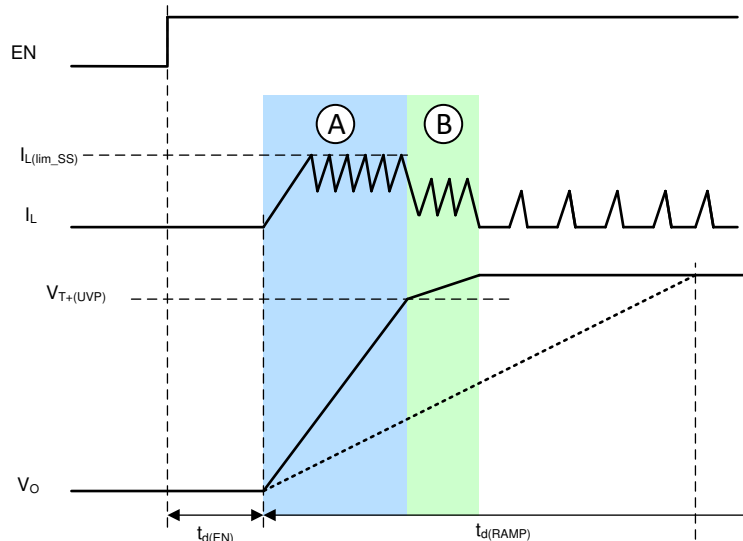

図 7-1. 標準的なソフトスタート動作
TPS631012A と TPS631013A には、レジスタ CONTROL2 の FAST_RAMP_EN ビットで制御される 2 つの起動メカニズムがあります。図 7-1 に、代表的な起動ケース(低出力負荷、標準的な出力容量)を示します。
- FAST_RAMP_EN = 1 の場合、高速ランプ モードがイネーブルされます。出力ランプの動作を、図 7-1 の実線 V_o として示します
- FAST_RAMP_EN = 0 の場合、高速ランプ モードはディセーブルされます。出力ランプの動作を、図 7-1 のダッシュライン V_o として示します
高速ランプモードが有効になっている場合、コンデンサの容量がランプ時間 $t_d(RAMP)$ として選択された容量よりも低い値に選択されている場合、デバイスはインダクタのピーク電流を制御して突入電流を制限し、可能な限り最速のソフトスタートを確実にします。その後、出力電圧は、リファレンス電圧ランプよりも速く上昇します(図 7-1 の位相 A を参照)。出力オーバーシュートを回避するために、出力が目標電圧に近づくとき電流クランプは非アクティブとなり、電圧ランプによって指定された基準電圧ランプのスルー値に従います。これは、起動が完了する電圧ランプです(図 7-1 の位相 B を参照)。電流クランプ動作からの遷移は、 $V_{T+}(UVP)$ スレッシュホールド(一般に目標出力電圧の 90%)によって検出されます。位相 B の後、出力電圧は公称目標電圧に十分に安定化されます。電流波形は、出力負荷と動作モードによって異なります。スタートアップ時の電流制限には 2 つの方法があり、レジスタ CONTROL2 の CL_RAMP_MIN ビットで制御されます。
- CL_RAMP_MIN = 0 の場合、起動時の標準電流制限(図 7-1 の位相 A)は 500mA です
- CL_RAMP_MIN = 1 の場合、起動時の標準電流制限(図 7-1 の位相 A)は 1000mA です